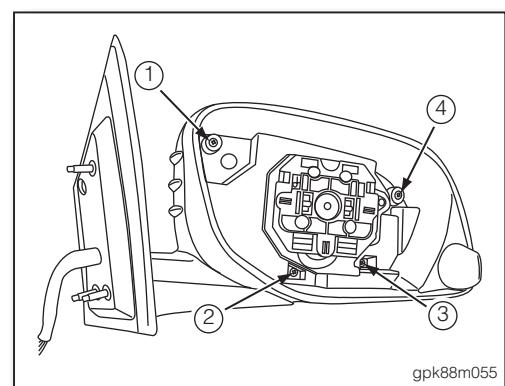

图 7
5. 拆下车门后视镜内饰盖的固定螺丝①~④后，将车门后视镜内饰盖掀开(如图 7)。